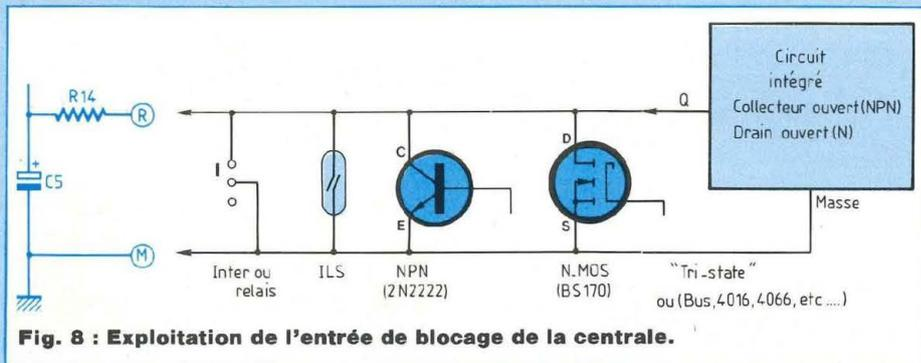

Fig. 8 : Exploitation de l'entrée de blocage de la centrale.
* **Spécial compliqués**. On pense à vous aussi et vous tirerez avantage de la figure 8 qui présente diverses "clefs" reliées ou actionnées par le sortilège de votre choix (c'est là l'important) visant à bloquer l'alarme (Led 3 bonjour) puis à la mettre en éveil. Si c'est un interrupteur, cachez-le bien, cela va de soi.
La connexion de détecteurs complexes en OU câblé décrite au début, ressemble fort à cette figure 8, mais s'opère à la place ou en plus de IC1 (pins 4 et 5) et a pour but de faire circuler un faible courant dans R3 (400 μA pour le "repos"), ou pas de courant dans R3 (0 μA pour "l'alarme") comme précisé en figure 3. Pour vous, c'est clair, mais les jeunes s'abstiendront par prudence.